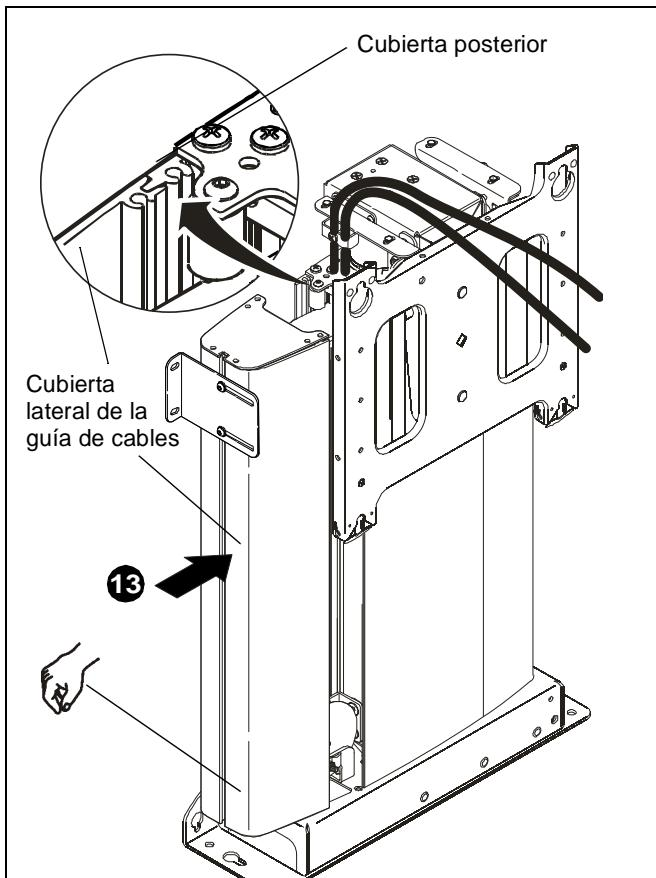

Figura 12
- Coloque la cubierta lateral sobre la guía de cables de modo que el labio de la cubierta posterior encaje por completo en la ranura de la cubierta lateral de la guía de cables. (Consulte la Figura 12).